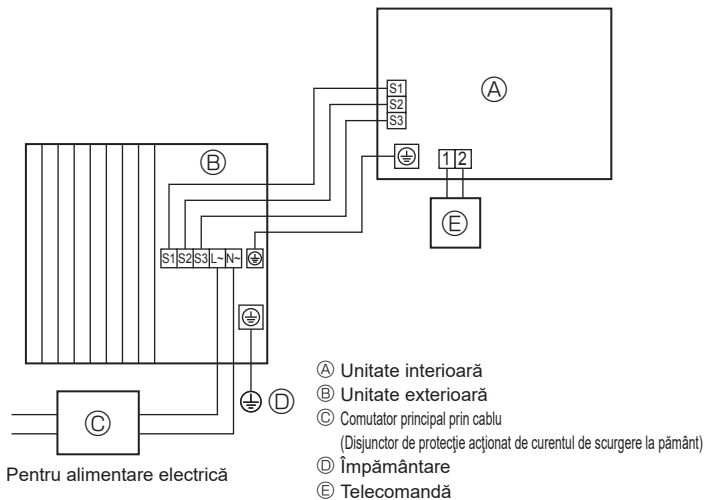
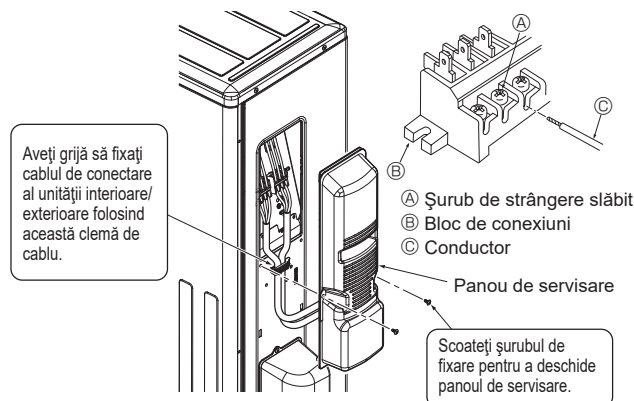

Fig. 6-1
Fig. 6-3
6.1. Unitatea exterioară (Fig. 6-1, Fig. 6-2, Fig. 6-3)
- ① Demontați panoul de întreținere.
- ② Conectați cablurile respectând instrucțiunile din Fig. 6-1, Fig. 6-2 și Fig. 6-3.